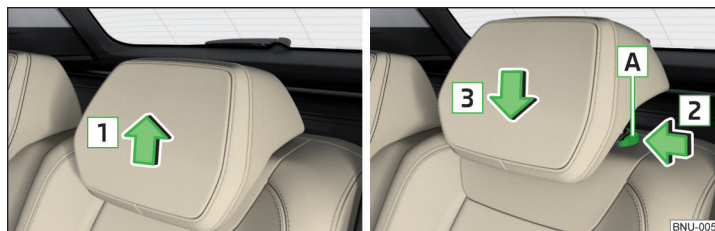

Fig. 94 Ajustar la altura del reposacabezas atrás
- Tomar el reposacabezas y desplazarlo **hacia arriba** en sentido de la flecha **1** » **fig. 94**.